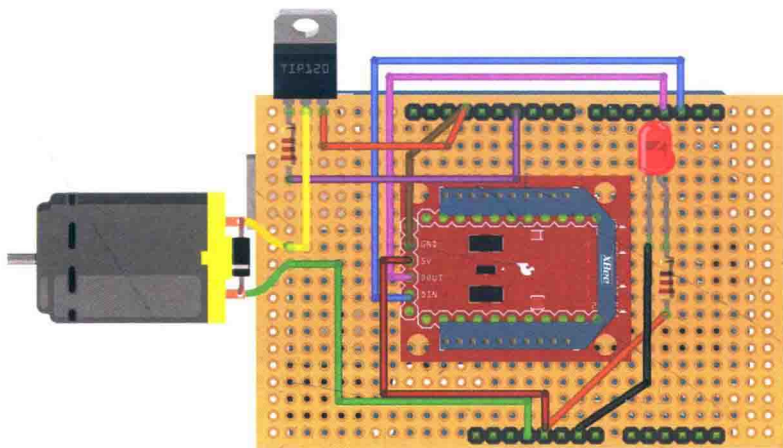

图 11.15 连接气泵和二极管
- e. 加入气泵和二极管。二极管帮助阻止马达的自反馈，每当使用直流马达时，这都是一个好主意，这个气泵就是一个例子。马达的一极（图 11.15 中的绿色线）连接到 Arduino 的 3.3V 引脚，另一极（黄）插入二极管的中央引脚（集电极）。